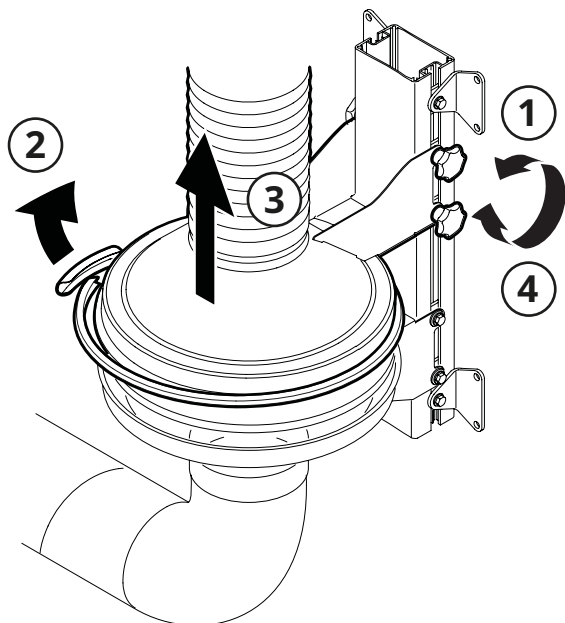

Fig. 16
2. Lossa vreden (1, Fig. 16) till övre konan och spänningen (2).
3. Skjut sedan upp övre konan (3) och lås fast den i aluminiumskenan (4) så den sitter fast ordentligt.
2. Lossa vreden (1 Fig. 16) till övre konan och spänningen (2).